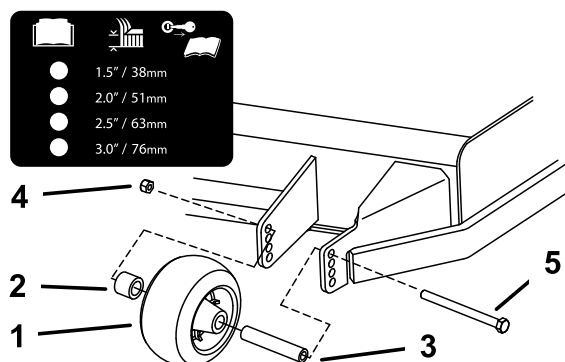

Figure 19
4. N'oubliez pas d'installer les entretoises et les bagues (Figure 19).